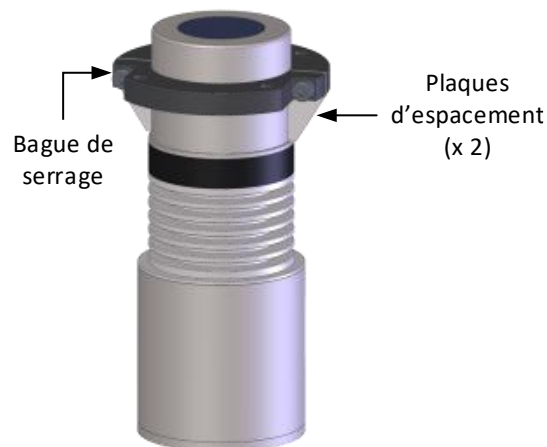

Figure 31: Bague de serrage (montage en affleurement)
3. Veiller à ce que les plaques d'espacement touchent la crête de la sonde (Figure 31). Serrer les vis de la bague de serrage pour verrouiller la bague de serrage en place.